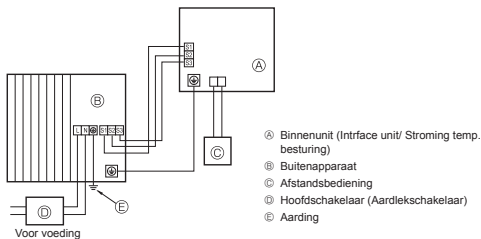
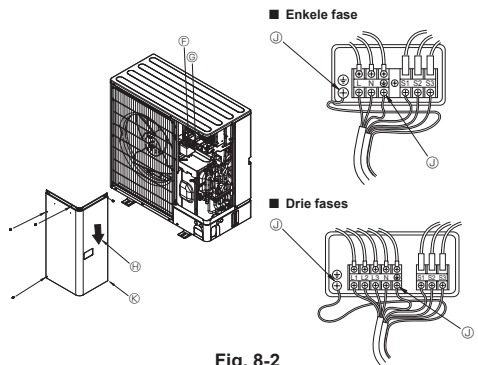

Fig. 8-1
Fig. 8-2
8.1. Buitenapparaat (Fig. 8-1, Fig. 8-2)
- ① Verwijder het onderhoudspaneel.
- ② Sluit de kabels aan aan de hand van Fig. 8-1 en 8-2.